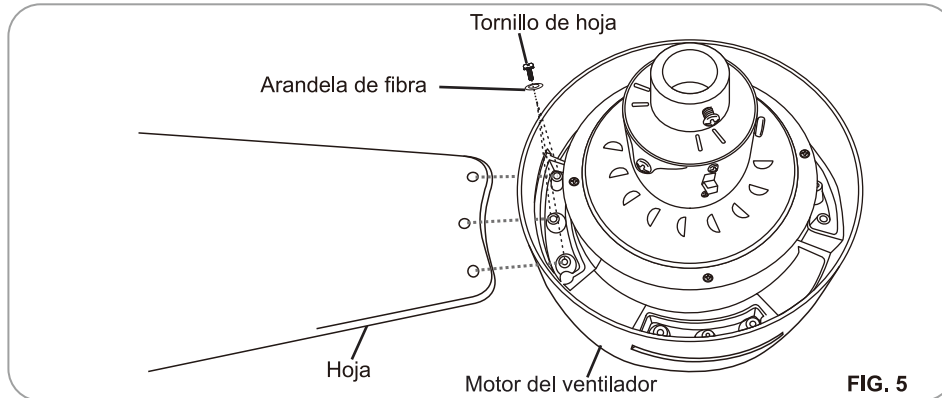

FIG. 5
Paso 1: Inserte las palas a través de las ranuras del ensamblaje del motor del ventilador. Fije las palas al ensamblaje del motor del ventilador usando los tornillos de las palas y las arandelas de fibra, luego apriételas firmemente. (Fig.5)